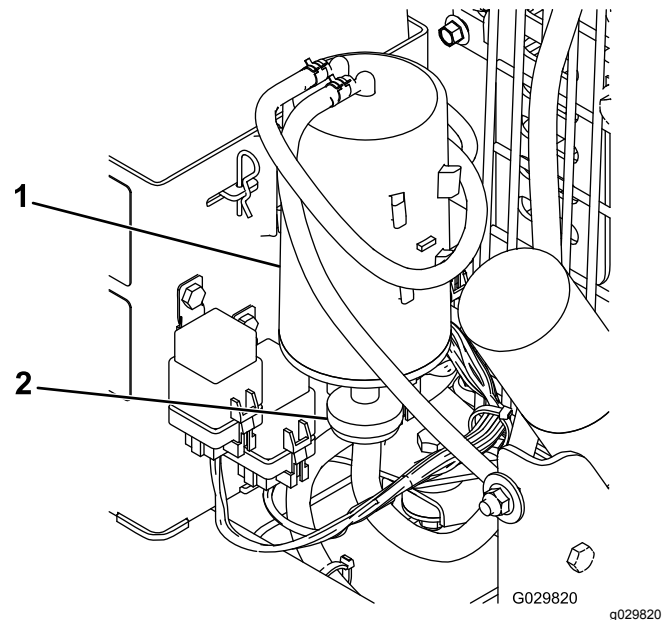

Bild 17
2. Entfernen und werfen Sie den Aktivkohle-Luftfilter weg (Bild 17).